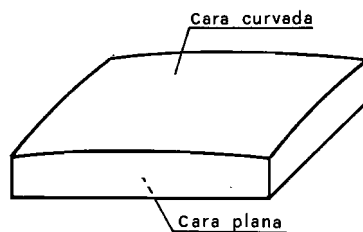

Fig. 3-1
1.1. Patrón.—Esta pieza tendrá una cara perfectamente plana y la otra con una curvatura que represente la planitud mínima para alcanzar el suficiente. (fig. 3.1).